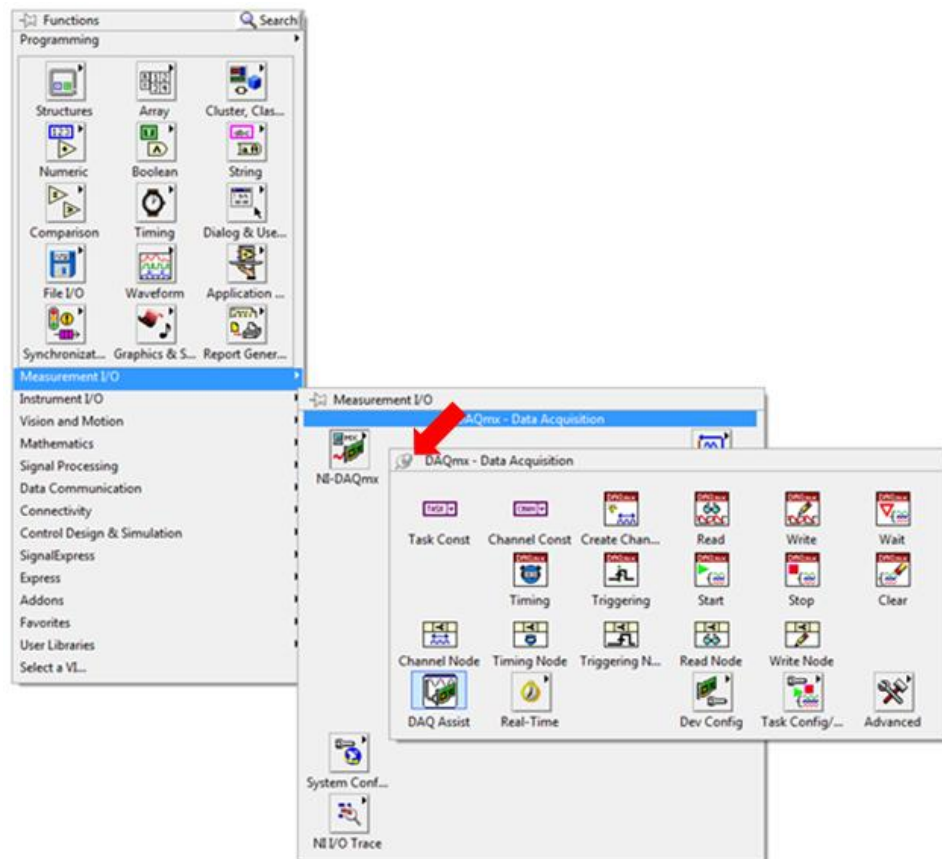

Figura 22. A paleta DAQmx inclui todos os VIs necessários para comunicação com seu chassi CompactDAQ.
2. Nesse exercício, uma grande parte do código virá da paleta DAQmx. Para acessar essa paleta, clique com o botão direito em qualquer espaço em branco no diagrama de blocos e navegue até **Measurement I/O » NI-DAQmx**, conforme demonstrado na figura 22.
3. Clique na tachinha para deixar essa paleta visível (seta vermelha na figura 22).
3. Coloque o VI FFT Power Spectrum na posição mostrada na figura 22.